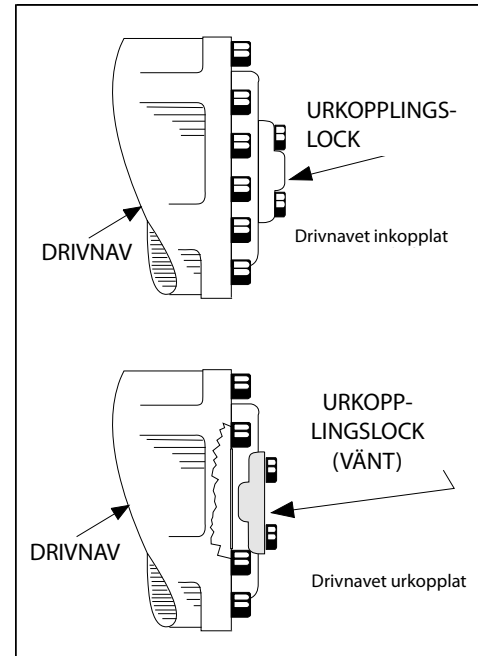

Fig. 4-5. Nav för urkoppling av drev
3. Koppla ur drivnaven genom att vända på urkopplingslocket, se Fig. 4-5., Nav för urkoppling av drev.